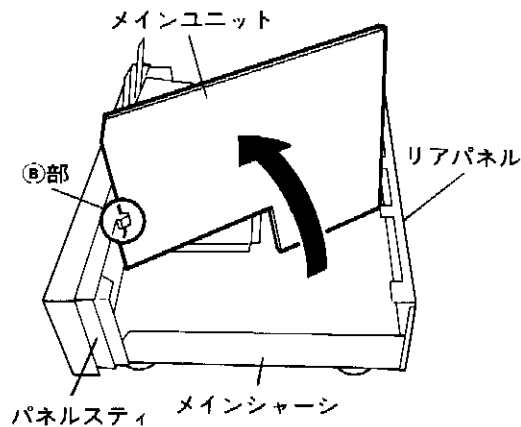

図 5
10. メインユニットを立て、パネルスティの基板受け部 (B部)、メインシャーシのハニカム部、リアパネルとの調整をして基板を安定させる。(図5参照)